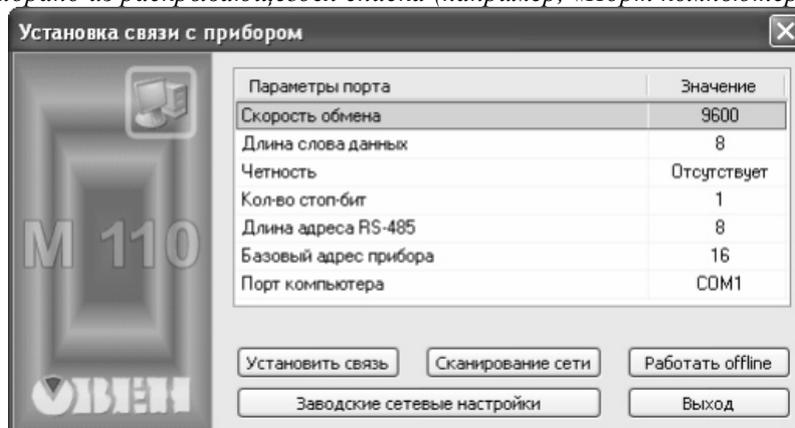

Рисунок 10 Окно установки связи с прибором
4. Указать настройки порта (см. Рисунок 10) для установки связи с прибором:
Примечание 2: Если значения параметров порта не известны, следует нажать кнопку «Сканирование сети» (см. рисунок 10) и запустить процедуру сканирования. При отклике прибора сканирование прекращается.